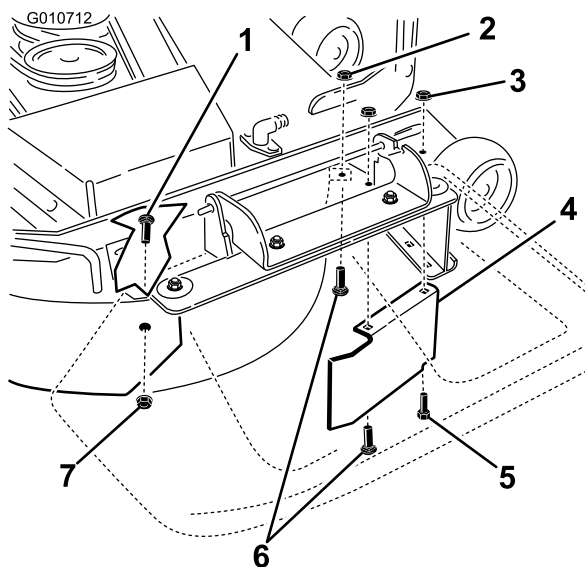

Figura 37
9. Remova o parafuso de carroçaria (5/16 x 3/4 pol.) e porca de bloqueio (5/16 pol.) na parede lateral da plataforma do cortador que prende o abafador esquerdo à plataforma (Figura 37).
10. Localize o resguardo do abafador na extremidade frontal da abertura de descarga lateral. Remova os dispositivos de fixação que prendem o resguardo do abafador e abafador direito à plataforma do cortador como se mostra em Figura 37. Remova o resguardo do abafador e guarde todos os dispositivos de fixação.
13. Instale os dispositivos de fixação previamente removidos nos furos frontais na placa de descarga e furo frontal na plataforma (Figura 37).